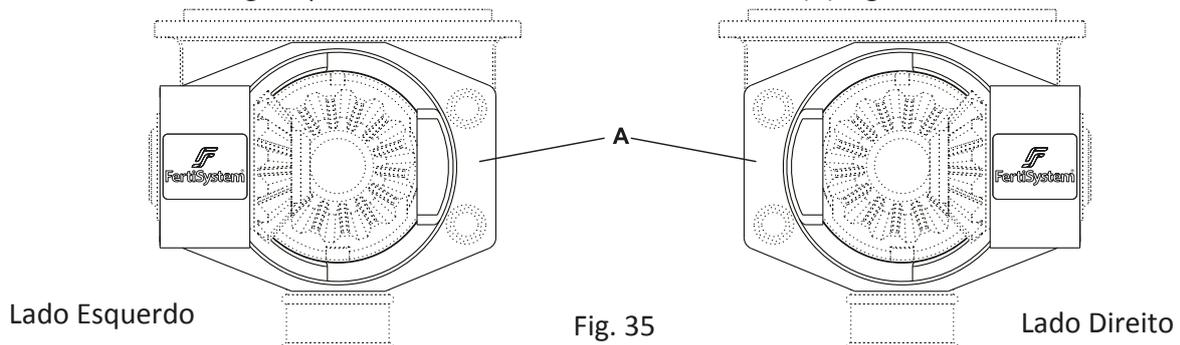

Fig. 35
O fluxo do fertilizante é determinado pelo sentido de giro do Sem-Fim. Havendo a necessidade de inverter o sentido desse giro, pode-se rotacionar o Mancal Auto-Lub (A) Fig. 35.